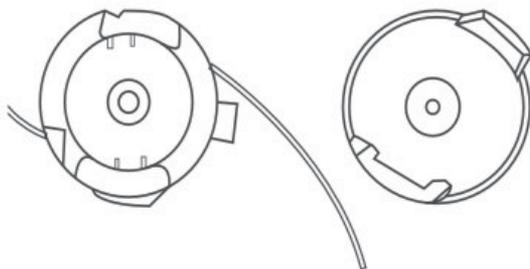

Fig. 6
1. Retirer le couvercle de la tête de désherbage (1) (Fig. 6).